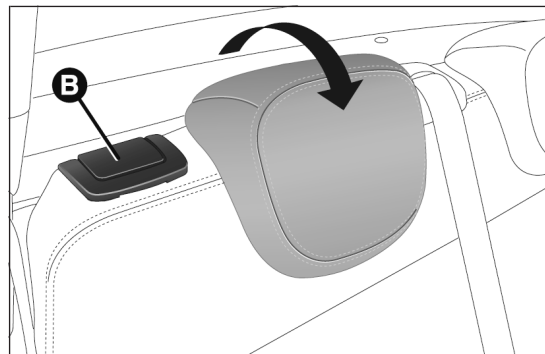
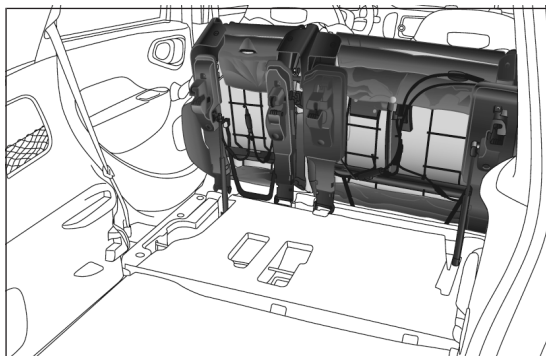

fig. 89
fig. 90
- soulever le levier de décrochage B fig. 89 pour rabattre la partie gauche ou droite du dossier : le dossier et le coussin seront rabattus automatiquement vers l'avant (voir fig. 90). Si nécessaire, accompagner le dossier dans la première partie du rabattement.